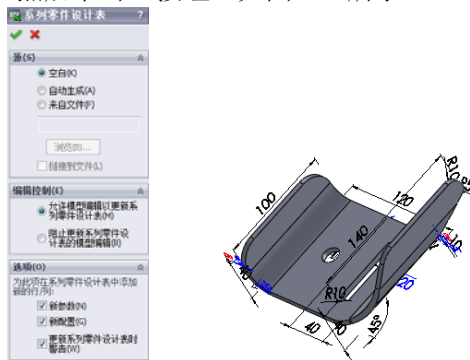

图 7-4 「系列零件设计表」属性管理器
1. 单击[工具]工具栏上的[方程式]按钮,或选择[工具] | [方程式]命令,弹出“方程式、整体变量、及尺寸”对话框。单击“添加”按钮,弹出“方程式、整体变量、及尺寸”对话框,如图7-4所示。
1. 选择【插入】|【表格】|【设计表】命令。在【系列零件设计表】属性管理器中的【源】栏中选择【空白】，然后单击按钮，如图 7-4 所示。